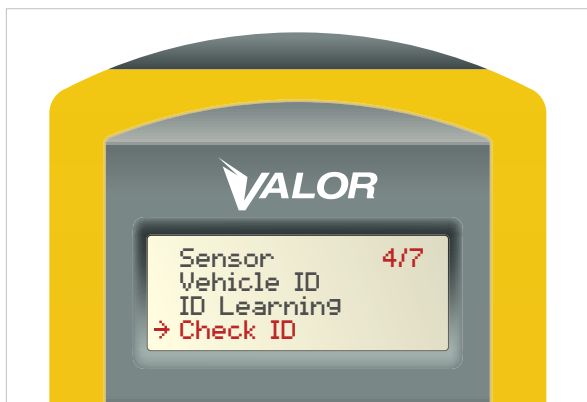

Figure 21
1. Pour vérifier si les nouvelles données du capteur ont été téléchargées correctement, accédez au menu principal du SmarTool et sélectionnez l'option Check ID (vérifier l'ID) 4/7. (Figure 21)